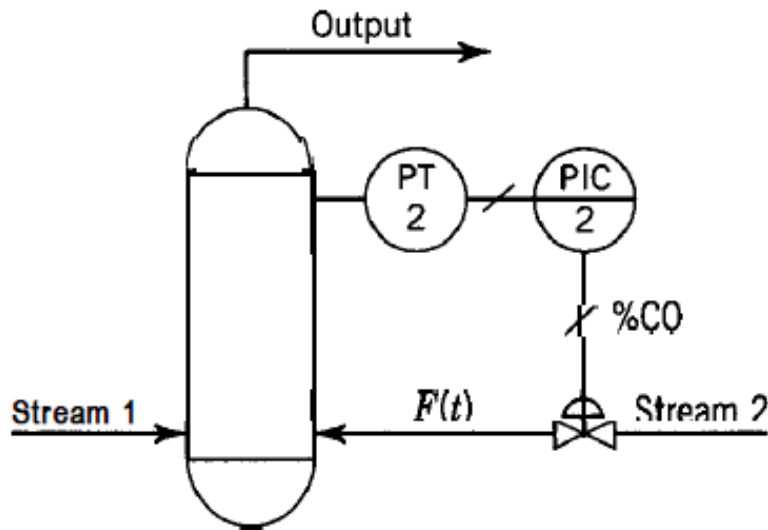

Figura 11: Sistema de controle de pressão.
16. Considere o sistema de controle mostrado na Figura 11. A pressão no tanque pode ser descrita por